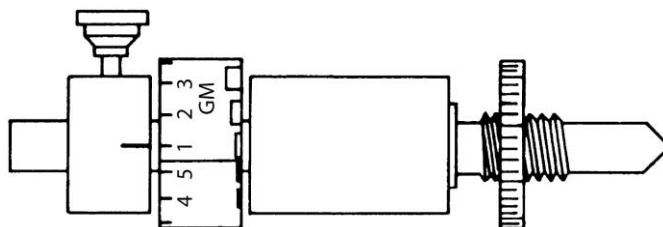

Рис. 14.15. Монтаж кулачка на стойке
3. Вставить кулачок № 1 в стойку кулачка и повернуть кулачок так, чтобы вырез № 1 General Motors был совмещен с направляющей меткой в верхней части стойки кулачка (рис. 14.15).